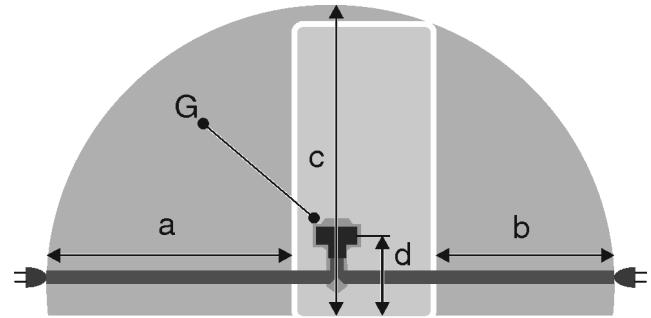

Fig. 23 Холодильники / морозильні камери / повнорозмірні прилади BioFresh
- Розетка лежить не за пристроєм, а в зонах a або b Fig. 23 (a, b, c).
- ▶ Встановіть штекер пристрою Fig. 23 (G) на задній стороні пристрою. Слідкуйте за правильною фіксацією.